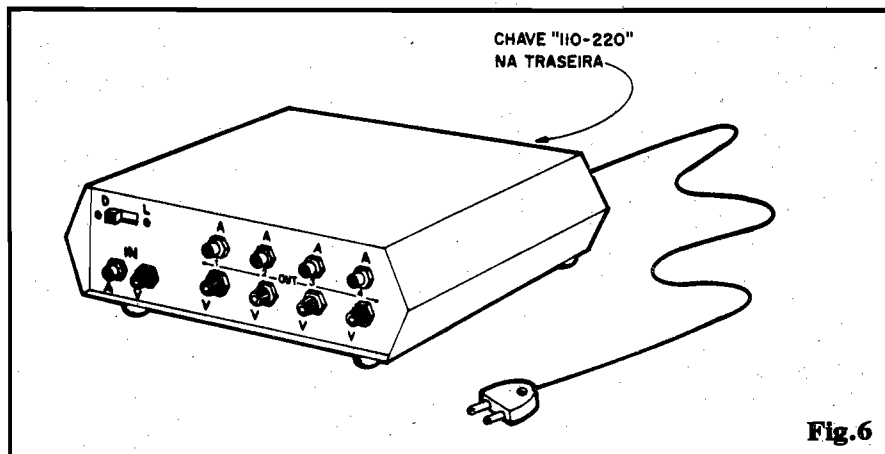

Fig.6
- FIG. 6 - A CAIXA FINAL - Tratamente-se de um aparelho para uso "em bancada", diretamente na mesa de edição, convém que toda a "plugagem" seja frontal, evitando longos percursos dos fios de sinal. A disposição sugerida na figura, portanto, parece-nos ao mesmo tempo bonita e prática, com o painel da caixa mostrando "tudo": o interruptor geral da alimentação, o par de jaques RCA para as Entradas de A e V e os 4 pares de jaques (todos RCA...) para as Saídas de A/V nº 1,2,3 e 4. Na traseira da caixa podem ficar apenas o ilhós de borracha para passagem do "rabicho" da C.A. (um nó, por dentro da caixa, é uma boa providência para evitar que esforços externos sobre o "rabicho" possam romper suas ligações ao circuito...), e a chave de Tensão (110-220). Quatro pés de borracha, aplicados à base da caixa, evitarão que ela "deslize" sobre a mesa de trabalho... Com